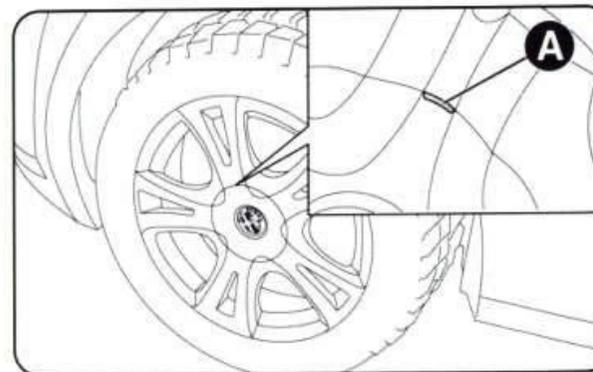

рис. 6
- для модификаций с легкосплавными колесными дисками качните автомобиль, чтобы облегчить последующее снятие колеса со ступицы. Некоторые модификации оснащаются легкосплавными колесными дисками с колпаками (рис. 6). Вставьте отвертку в прорезь А (рис. 6) и снимите колпак. Под ним находятся болты крепления колеса. Замените колесо в соответствии с изложенными выше инструкциями;